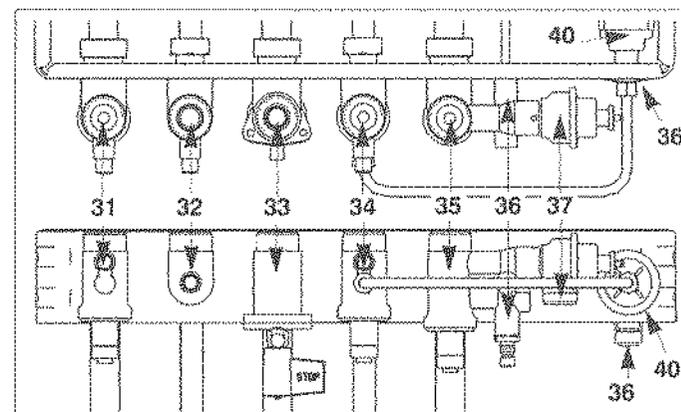

Fig. 22 - vues de dessus et de face
Barrette robinetterie (fig. 22)
4. Ouvrez l'arrivée du gaz en tournant le robinet gaz "33" (fig. 22, page 20), sur la position « § ».
- Coupez l'arrivée du gaz en tournant le robinet "33" (fig. 22, page 20), sur la position «STOP».
Dans certains cas d'installation, il est possible qu'il se produise, après puisage d'eau chaude, un léger réchauffement de la canalisation (et éventuellement d'un radiateur). Pour l'éviter, il suffit de fermer le robinet départ chauffage "31" (fig. 22, page 20).